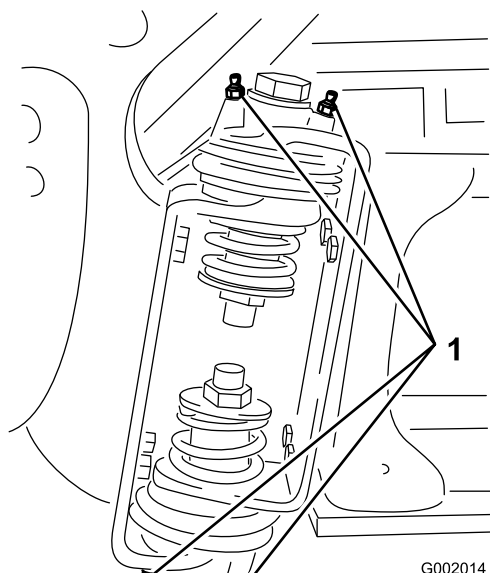

Figura 44
2. Introduza massa lubrificante no rolamento ou casquilho de cada encaixe Figura 44.